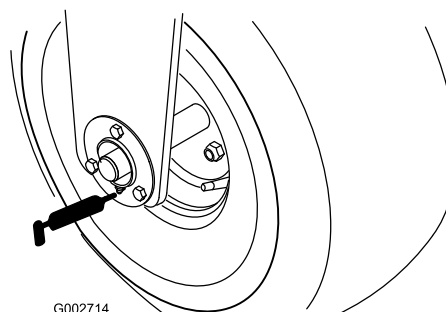

Bild 21
- Vorderradlager (1) (Bild 21)